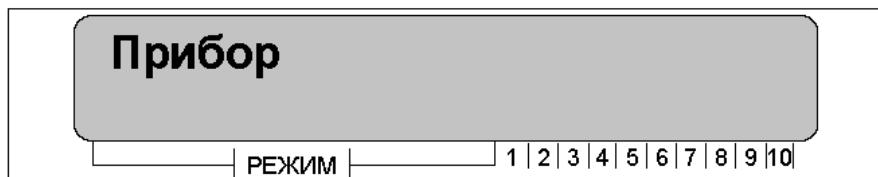

Рисунок 14
- на дисплее ЖКИ клавиатуры появится первый пункт меню «**Прибор**», регистрация ID-номеров осуществляется в данном пункте меню, рисунок 14;